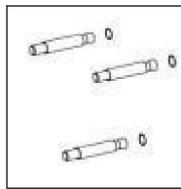

Fig.2.
- 2). Inserire i tre bulloni di espansione (1) inclusi nel supporto forato buchi. Potrebbe essere necessario utilizzare un martello per fissarli attraverso i fori. Vedere la (Fig.2.)